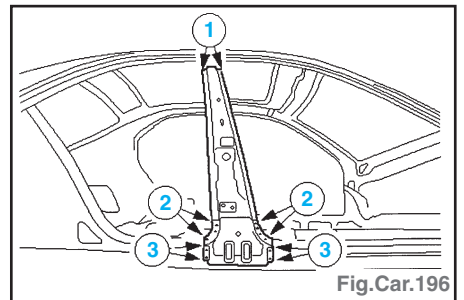

Fig.Car.196
- souder en cordon continu sous gaz protecteur (1), par points (2) et par bouchonnage (3) (Fig.Car.196).